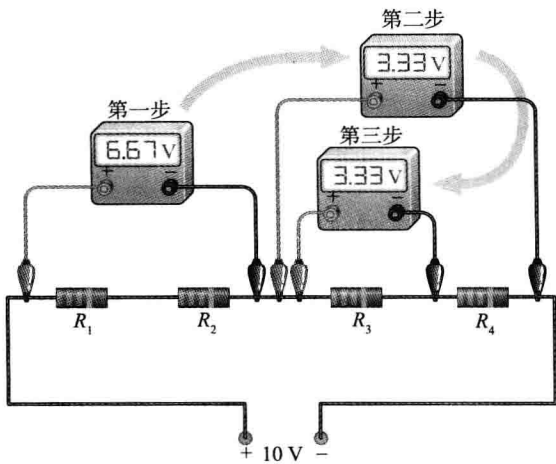

图 4-63 用半分法排除串联电路短路故障
第三步：再将电压表移到 R_3 两端测量。读数为 3.3V，告诉我们 R_4 为开路电阻，因为它两端的电压一定是 0V。图 4-63 说明了这个故障排除方法。
相关问题：假设在图 4-63 中 R_1 短路，试问第一步测量应该是多少？
7. 解释为什么在图 4-63 中第一步测量的电压高于正常值。